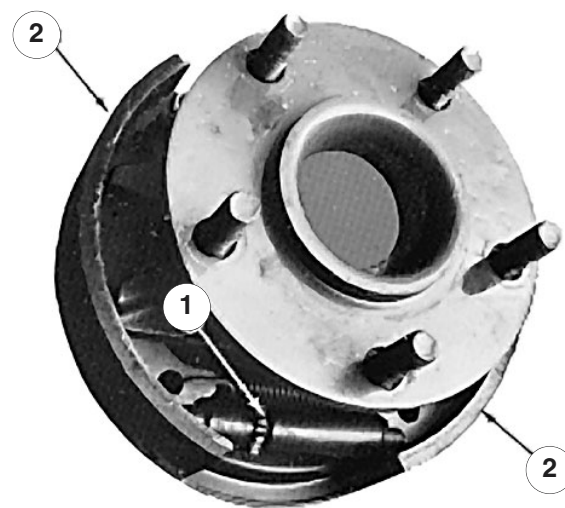

Figure 47
6. A l'aide d'un outil spécial de réglage de frein ou d'un tournevis, tournez l'écrou en étoile (Fig. 46) vers le bas jusqu'à ce que le tambour de frein (Fig. 47) se verrouille sous l'effet de la pression extérieure des mâchoires de frein (Fig. 47).